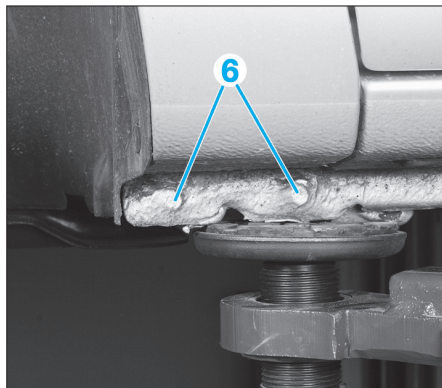

Fig. 9
- Déposer les vis inférieures (6) (Fig.9).